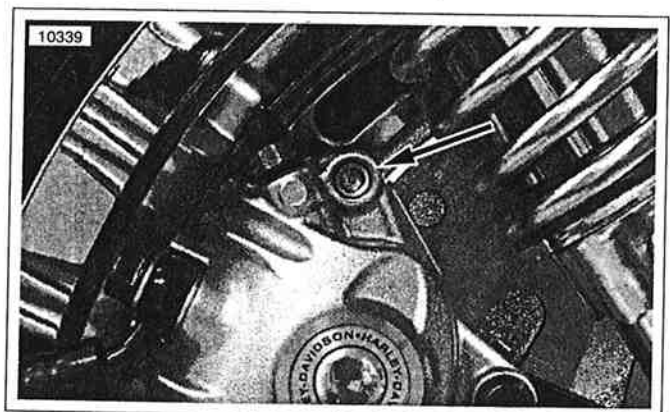

Figura 1-29. Pasador de la pastilla de freno (tapón quitado)
4. Vea la Figura 1-29. Afloje pero no quite el pasador de la pastilla de freno.